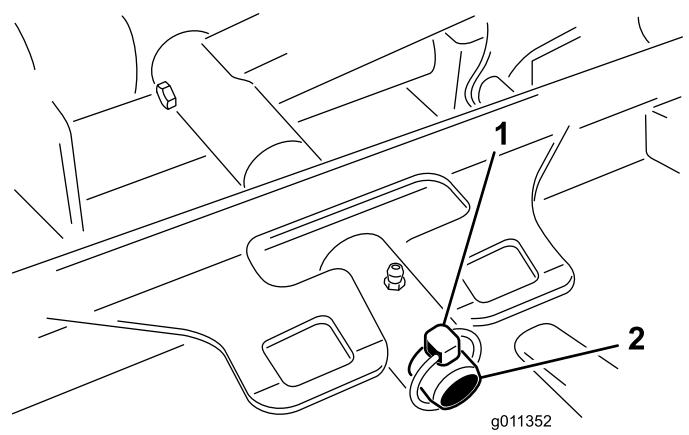

Figura 70
2. Rimuovete l'acciarino (o il dado di fissaggio - modello 30874) che fissa il telaio portante del piatto di taglio al perno orientabile del braccio di sollevamento (Figura 70).
2. Fate scorrere il telaio portante del piatto di taglio sul perno orientabile del braccio di sollevamento (Figura 70). Fissate il piatto di taglio al perno con l'acciarino (o il dado di fissaggio - modello 30874).